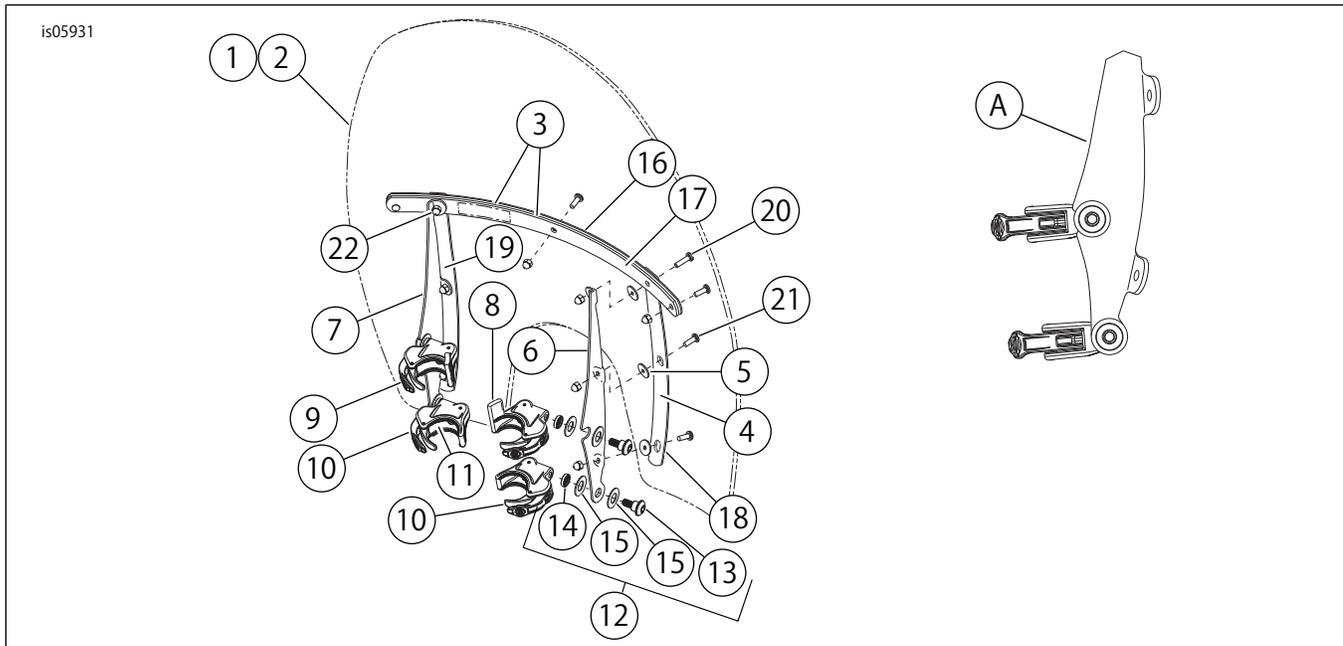

図6。交換用パーツ：クイックリリースデタッチャブルウィンドシールドキット
「図6」および「表2」を参照してください。
- 「図6」および「表2」を参照してください。ウィンカーリロケーションキット(23)付属の説明書に従ってウィンカーの位置を変えます。
- 「図6」および「表2」を参照してください。パッケージからクランプとハードウェアキットを取り出し、アッセンブリー用に類似パーツを分けます。ロアクランプは同じで、左右のアッパークランプは上向きエクステンションで判断できます。